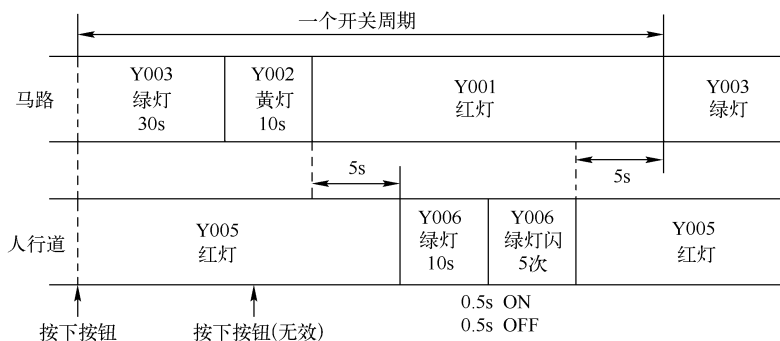

图 2-36 交通灯变化顺序
(1) 控制要求 当人行道口的按钮被按下时，交通灯按图 2-36 所示顺序变化。如果交通灯已经进入运行变化，按钮将不起作用。